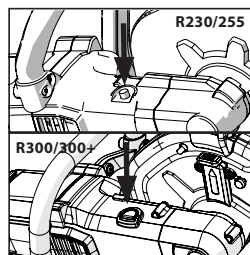

FIG. 2
- Appuyez sur le bouton de blocage de l'arbre pour verrouiller l'arbre des machines. (Fig. 2)